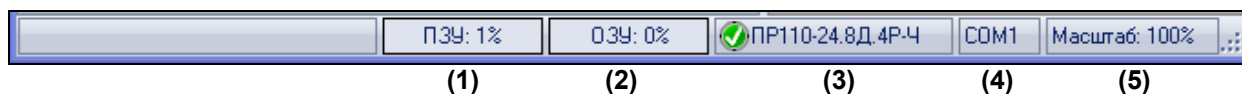

Рисунок 3.2 – Статусная строка окна программы OWEN Logic при подключенном приборе
– нижнюю статусную строку, показывающую состояние программы OWEN Logic и наличие подключения к ней ПР (рисунок 3.2).